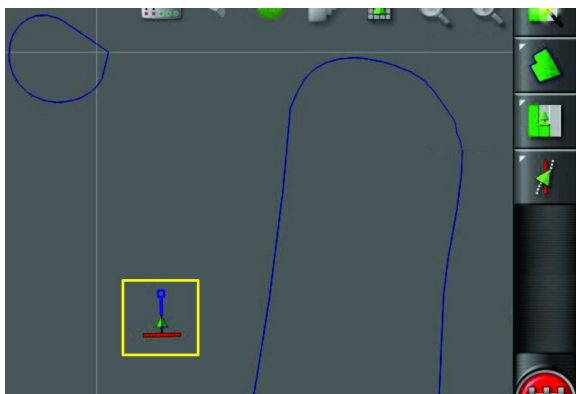

Figure 39
1. Conduisez la machine jusqu'au champ actif pour le lieu de travail (Figure 39).